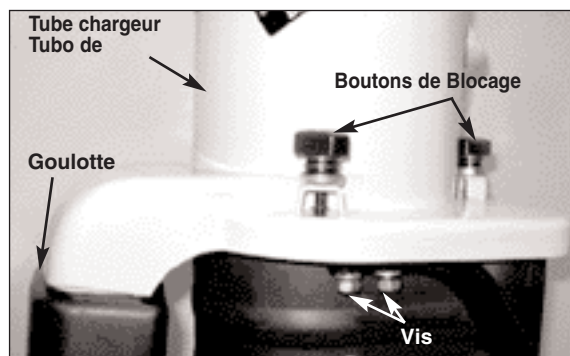

Fig. 5
1. Enlevez le tube de conducteur du moteur en détachant 3 boutons mettant en cage à ressort. (Fig. 5)
4. A l'aide d'une cle hexagonale, serrez les vis d'assemblage (deux de chaque côté de l'unité). Fig. 5 & Fig. 6